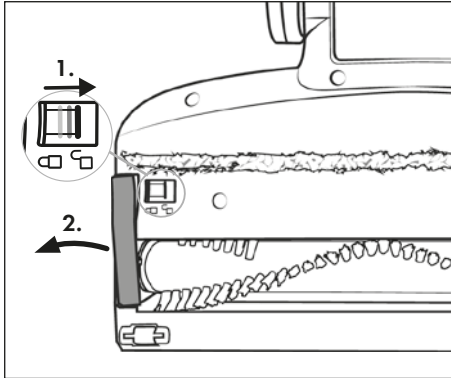

Abb. 26
- 2) Entriegeln Sie die Bürstenrolle 21, indem Sie die Bürstenrollenentriegelung 19 mit dem Finger in Richtung des Symbols  (öffnen) schieben. Entfernen Sie dann den Bürstenrollenhalter 20 von der Bodenbürste 22 (siehe Abb. 26).